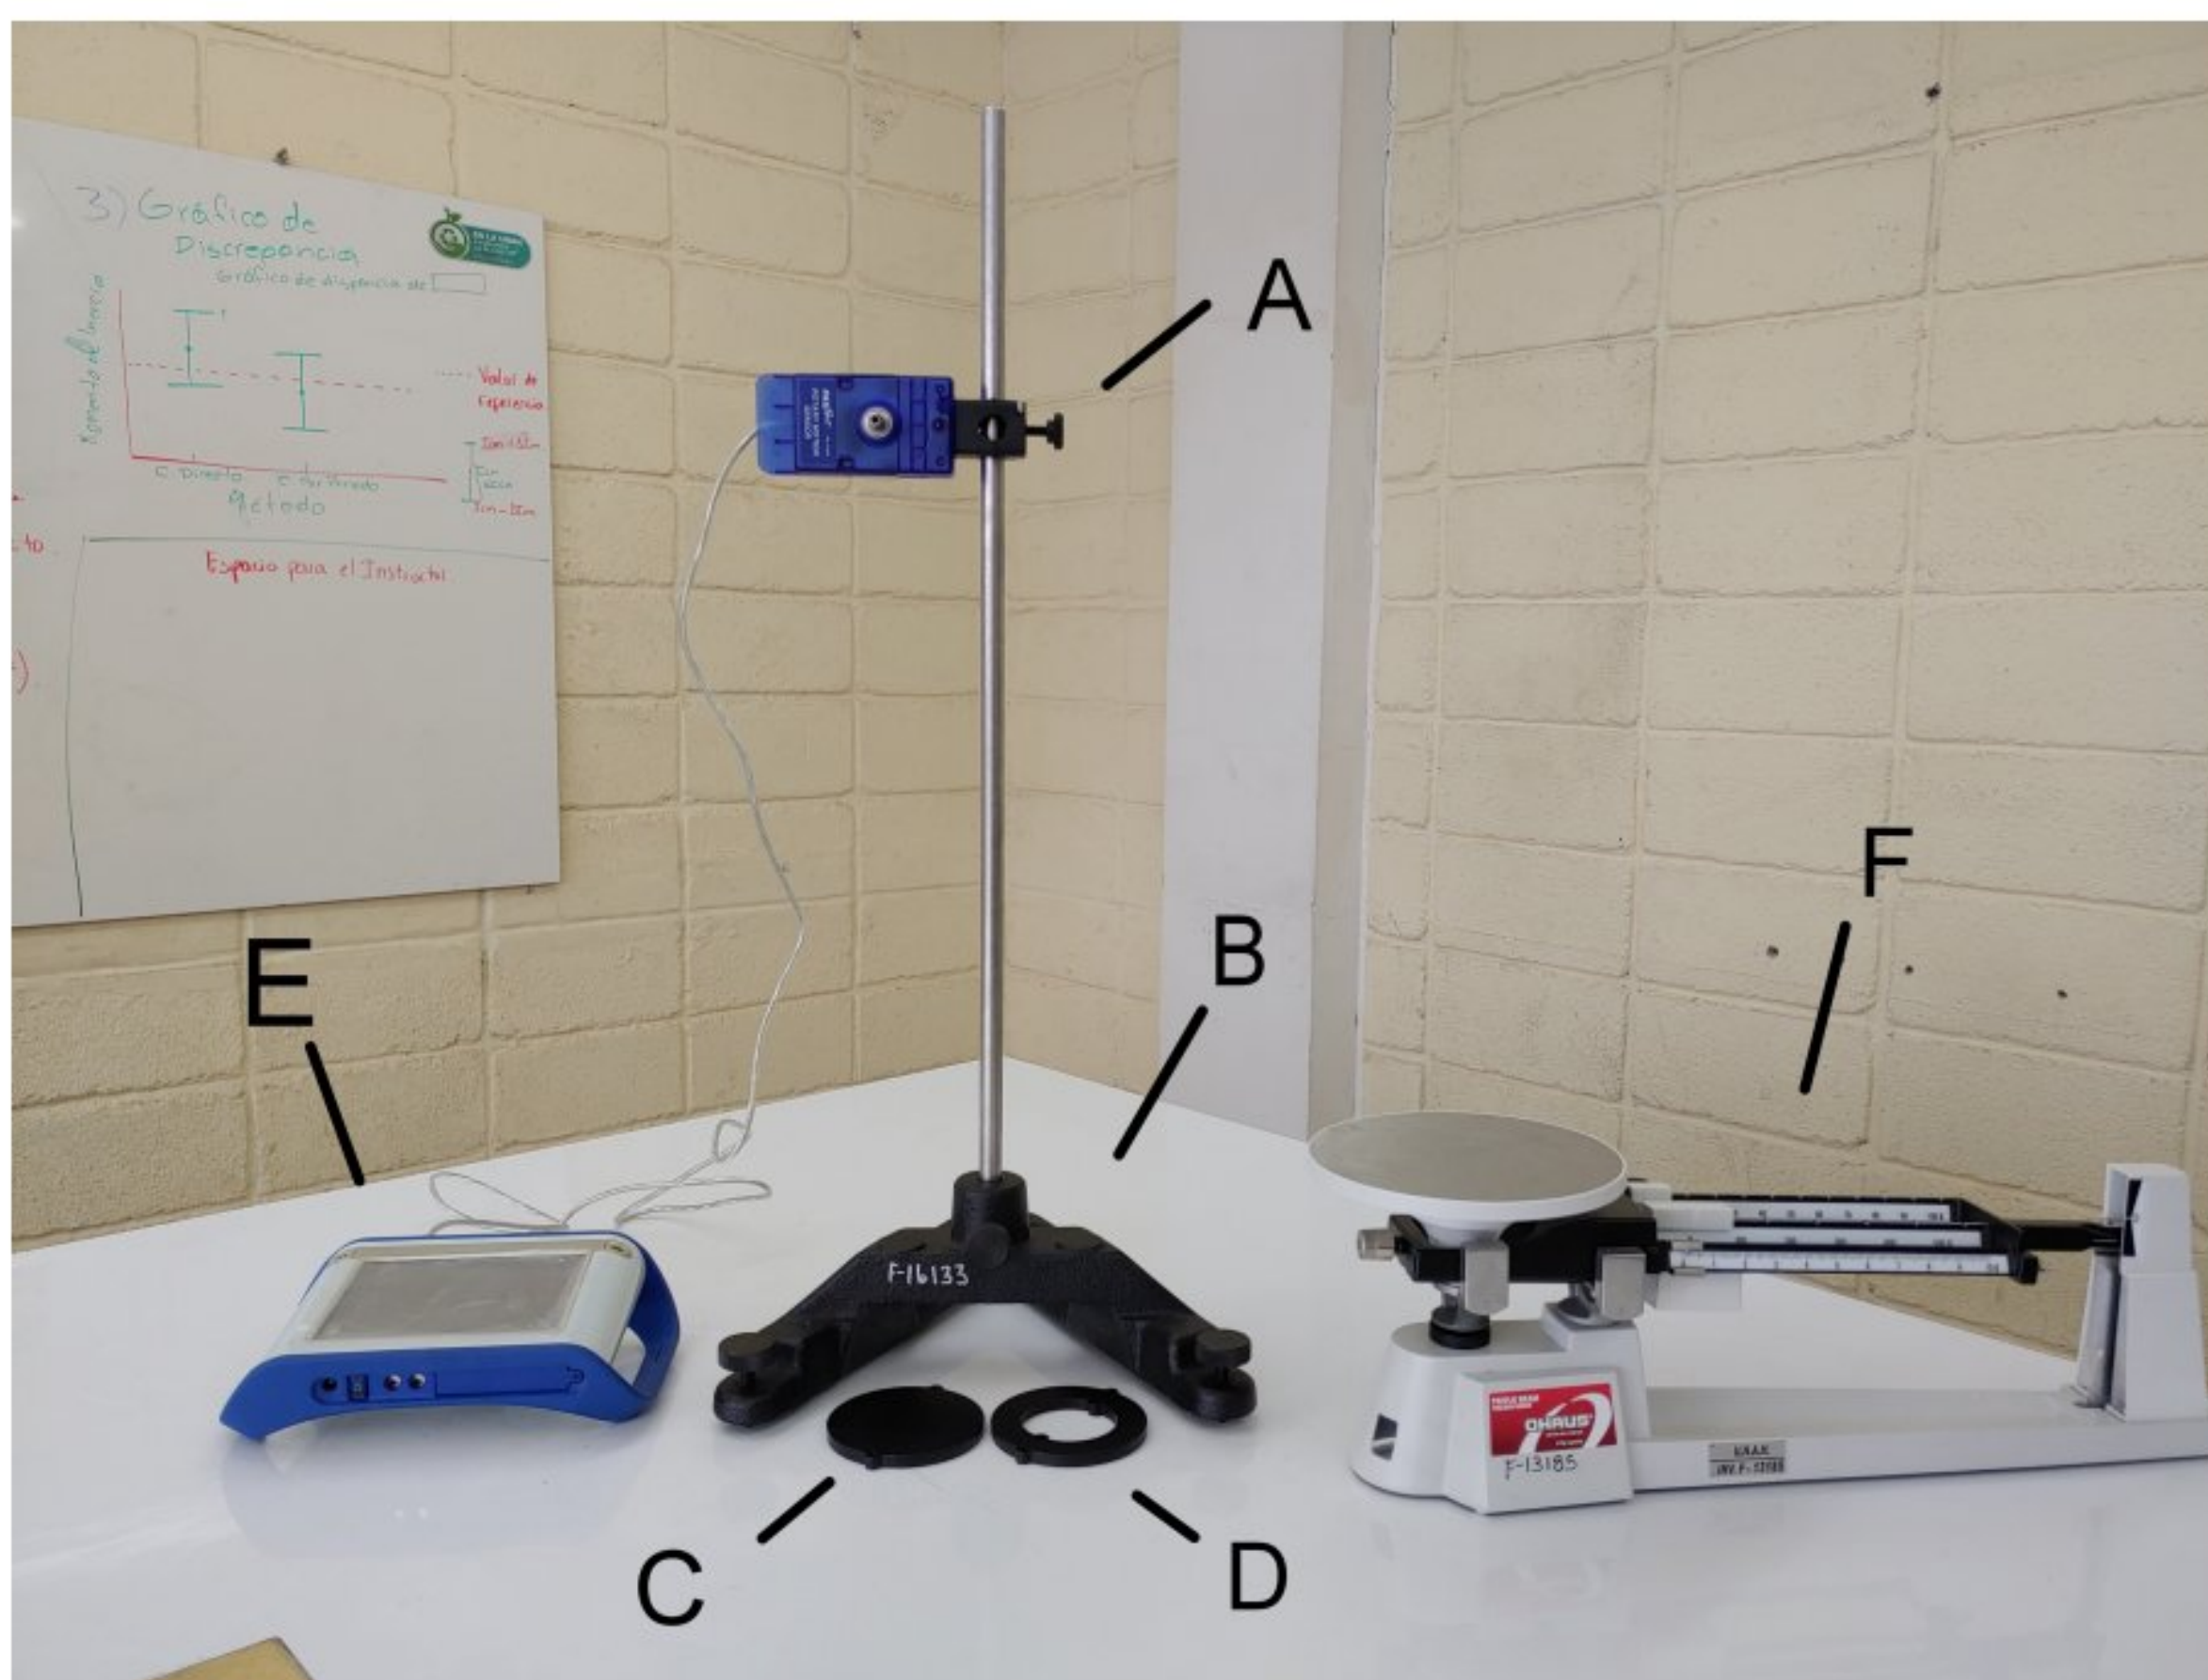

Figura 1. Esquema de Montaje Experimental para el Péndulo Físico.
1. Se dispone de un montaje de péndulo físico, compuesto por un disco sólido de radio a sujeto por medio del sensor giratorio PASCO, una barra de soporte y una base como se muestra en la figura 1. Utilizando la cinta métrica mida el radio a en metros del péndulo desde el centro hasta el borde. Sea muy preciso en la toma de este radio. Anote este valor en la Tabla 1.
1. Se dispone de un sistema de péndulo físico compuesto por un anillo de radio externo a y radio interno b sujeto por medio del sensor giratorio PASCO, una barra de soporte y una base como se muestra en la figura 1. Utilizando la cinta métrica mida el radio a en metros del péndulo desde el centro hasta el borde. Sea muy preciso en la toma de este radio. Anote este valor en la Tabla 2.